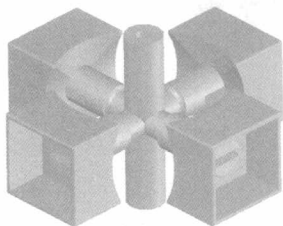

图 1-3-1
- (1) 将 4 个中心块外套卡在三维十字架上，如图 1-3-1 所示。